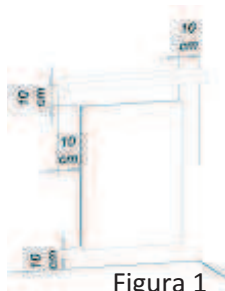

Figura 1
- Per un corretto funzionamento l’apparecchio deve essere installato a 10 cm di distanza da tutto ciò che lo circonda (vedi figura 1).